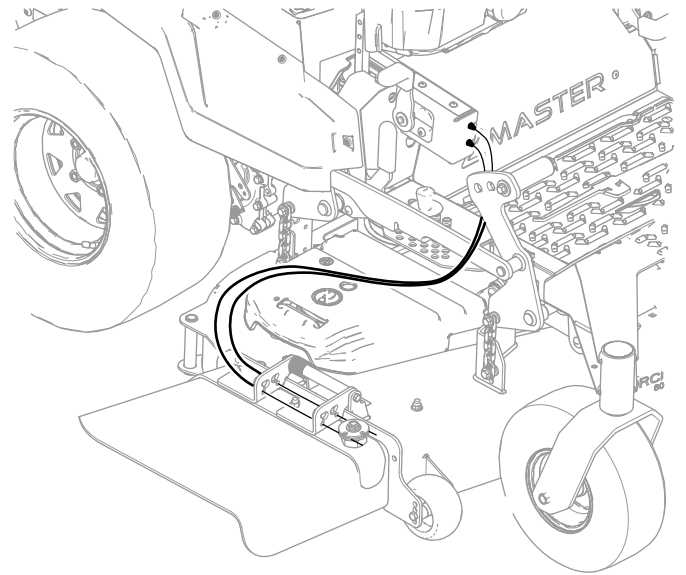

Bild 9
2. Verlegen Sie die Kabel zwischen Schaltkasten und Auswurfkanal, wie in Bild 9 dargestellt, um eine Beschädigung der Kabel über den gesamten Schnitthöhenbereich zu vermeiden.
Bild 9 dargestellt, damit Sie die Kabel nicht beschädigen.